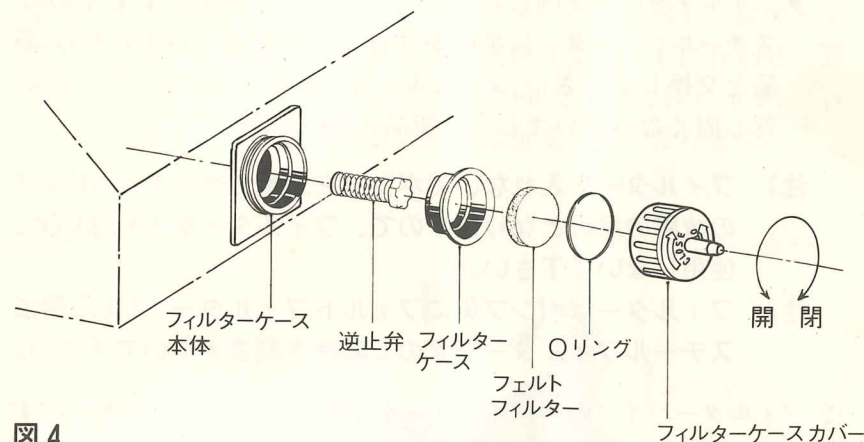

図4
- 逆止弁を図4のような方向で入れ、フィルターケース及びフィルターケースカバーを取付けます。